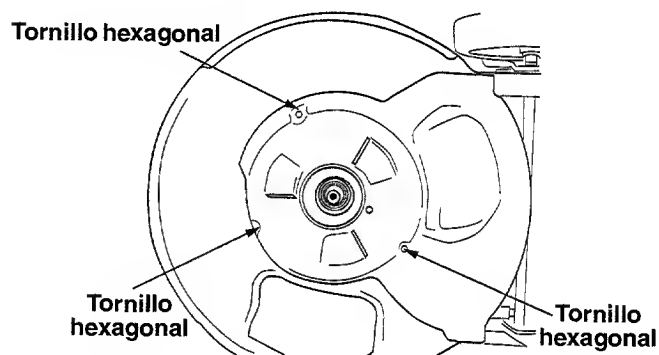

Figura 18
- Usando un manguito de 3/8", extraiga los tres tornillos hexagonales que fijan el deflector a la plataforma. Vea la Figura 18.
- Usted puede plegar el mango de su cortadora para un almacenamiento conveniente según se muestra en la Figura 18.